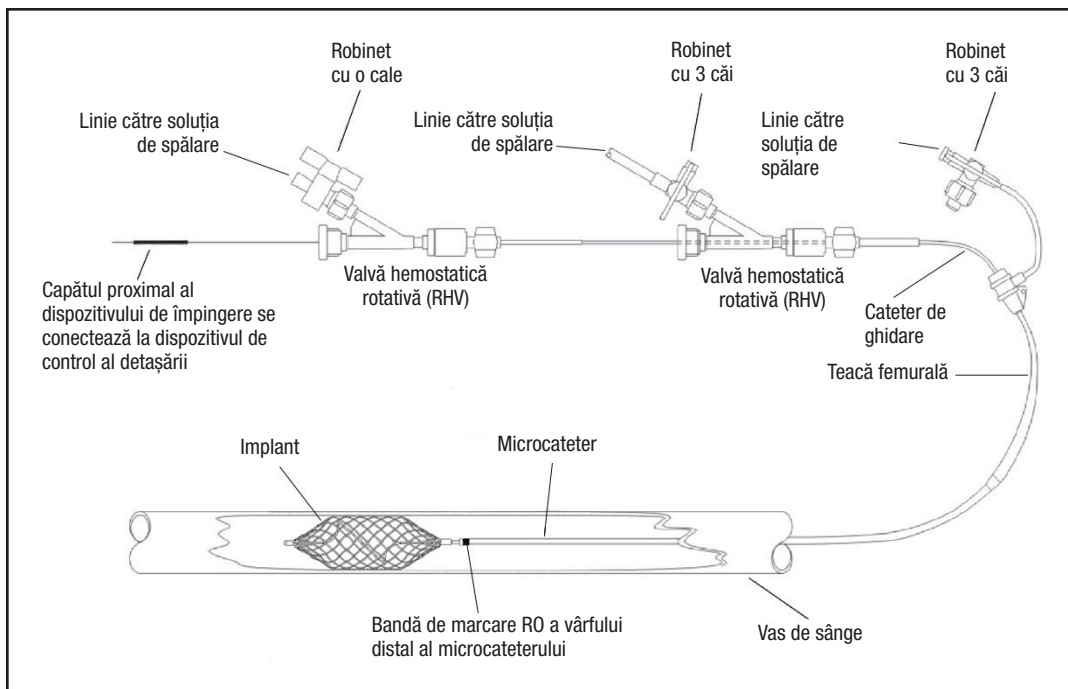

Figura 1 – Diagrama configurației unui sistem Azur
1. Consultați figura 1 pentru diagrama de configurare